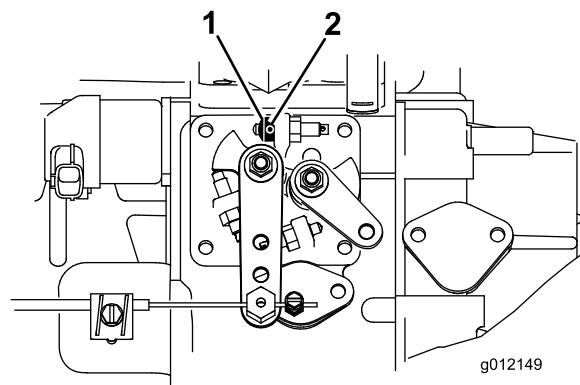

Рисунок 7
- Ослабьте установочный винт на упоре дроссельной заслонки (Рисунок 7).
- Сдвиньте упор дроссельной заслонки на винт упора высокой частоты холостого хода (Рисунок 7). Упор дроссельной заслонки должен быть обращен скошенным концом наружу.